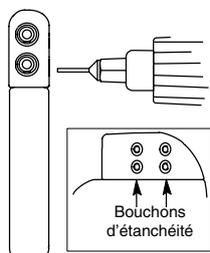

Figure 2-1. Serrage des vis de blocage.
- 1. Insérer la clé à couple dans le creux central préformé du bouchon (Figure 2-1) situé à proximité de la broche de connexion totalement insérée de la sonde.**